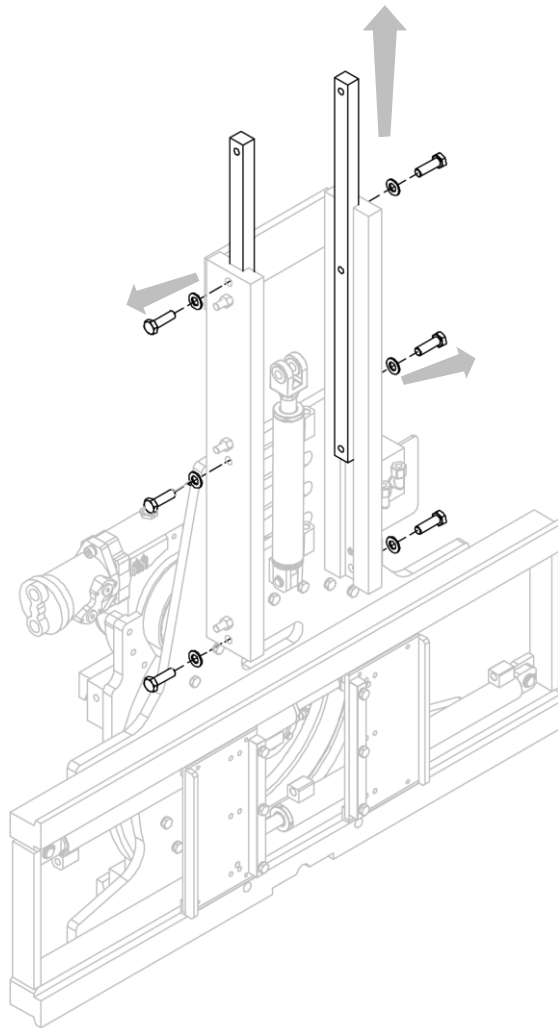

Figure 31
3. Retirer les bagues de glissement après avoir desserré les goujons et dévissé les vis qui les maintiennent en place (voir *Figure 31*).